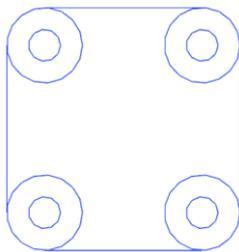

图 3-44 完成的草图
(8) 结束草图任务。选择“草图”→“完成草图”菜单命令，或单击“草图生成器”工具条中的“完成草图”按钮，返回建模应用模块，得到的草图如图 3-44 所示。